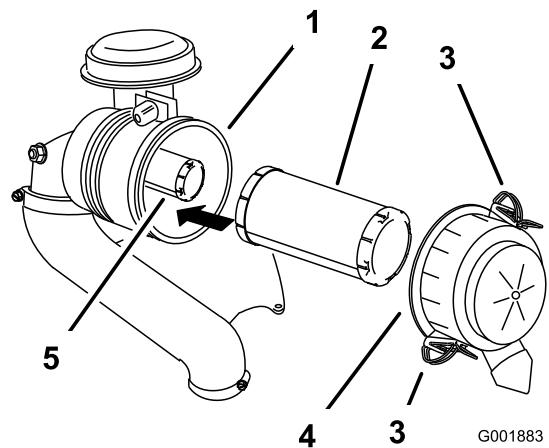

Bild 30
3. Lösen Sie die Riegel am Luftfilter und ziehen Sie die Abdeckung von der Luftfilterabdeckung ab (Bild 30).
- 5. Schieben Sie den Hauptfilter vorsichtig aus dem Luftfiltergehäuse heraus (Bild 30).
2. Wenn Sie den Sicherheitsfilter auswechseln, schieben Sie ihn vorsichtig in das Filtergehäuse (Bild 30).
3. Schieben Sie den Hauptluftfilter vorsichtig auf den Sicherheitsluftfilter (Bild 30).
4. Bringen Sie die Luftfilterabdeckung so an, dass die Seite mit **Up** nach oben zeigt, und rasten Sie die Riegel ein (Bild 30).